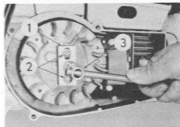

Fig. 22
4. Sätt en svänghjulsavdragare på svänghjulet (fig. 22). Avdragarens skruvar måste vara gängade 1/4-20 och tillräckligt långa för att gå in i svänghjulet till ett djup av 3/4".